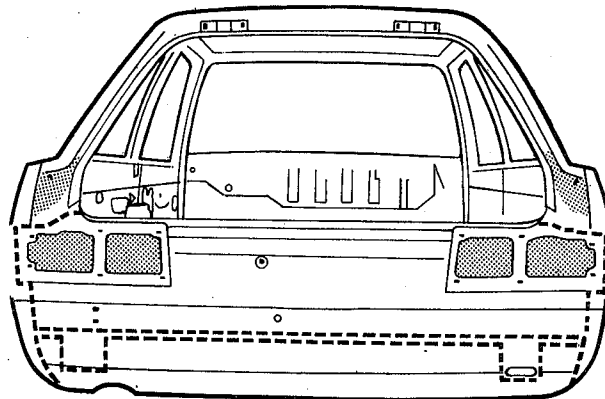

fig. 168
7. Marcar a linha de corte do painel (fig. 168)